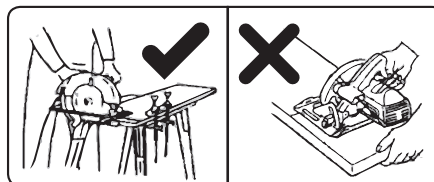

Abb. 7
1. Sichern Sie das zu sägende Material durch ein geeignetes Spannmittel, z. B. durch Befestigung mit Klemmen zur Arbeitsfläche (siehe Abb. 7). Halten Sie das zu sägende Material niemals in der Hand oder anlehnt gegen das Knie.